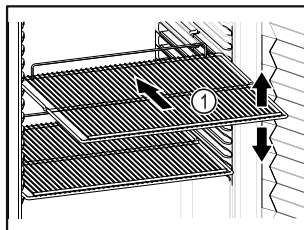

Fig. 55
- ❑ Ако стелажите за съхранение Fig. 55 (1) могат да се местят, регулирайте ги според височината.